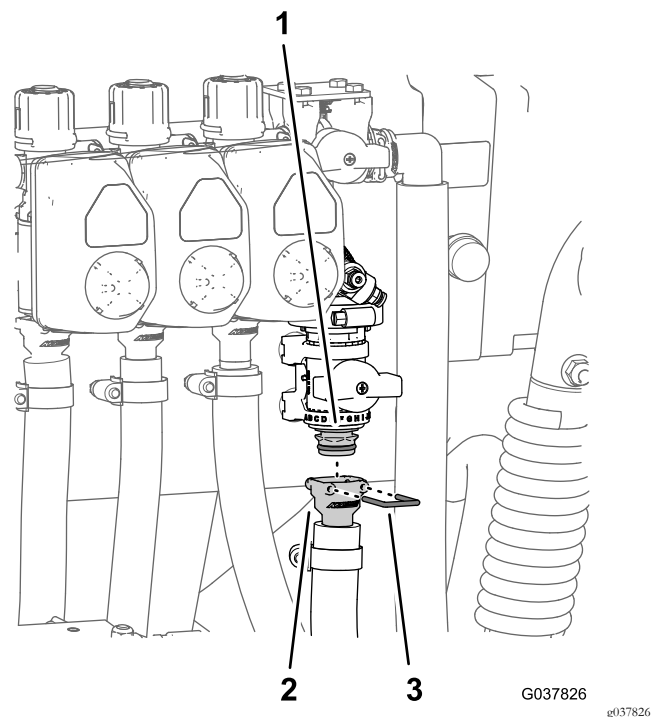

図 98
2. ホースのバーブ付きストレートフィッティングを、フランジ停止バルブのクイックコネクトフィッティングに取り付ける 図 98。
3. バーブ付きストレートフィッティングとクイックコネクトフィッティングをリテーナに固定するホースのクイックコネクトフィッティングについているリテーナを使用する 図 98。